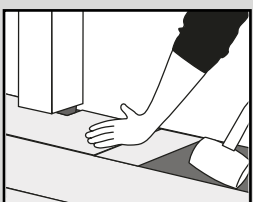

Fig. 6
7. Sous les encadrements de porte : si une lame/dalle ne peut pas être surélevée, utilisez une cale de frappe adaptée (ou une chute de matériau) et un maillet pour emboîter avec soin la lame/dalle à plat sur le sol (Figure 6).